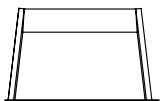

図3-2 寸法以上のイメージ
- 図3-2のように間口下端(※2)の寸法が許容範囲を超えて広がった場合は、シャッター耐風圧性能が低下して、シャッターがレールから外れるおそれがあります。